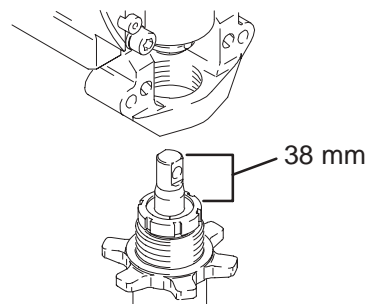

Fig. 20
1. Fig. 20. Sortir la tige de piston de 3,8 cm. Visser la pompe jusqu'à ce que les trous de la tige transversale et de la tige de piston soient alignés.